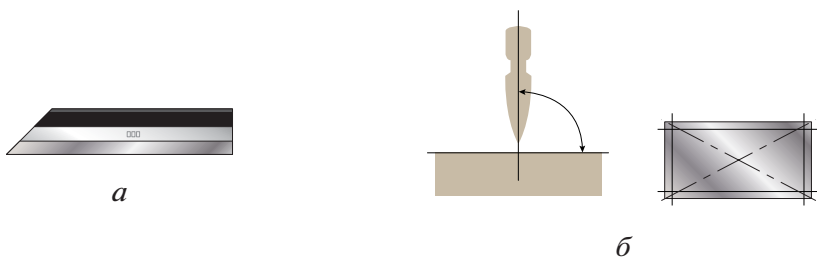

Рис. 5.37. Проверка лекальной линейкой:
Для проверки качества используют различные контрольно-измерительные инструменты. Плоскостность поверхности проверяют *поверочной (лекальной) линейкой* на просвет (рис. 5.37); точность обработанных плоскостей, сопряжённых под прямым углом, — слесарным угольником; параллельные плоскости — штангенциркулем.
- повернитесь к источнику света, поднимите заготовку на уровень глаз (рис. 5.37, б);